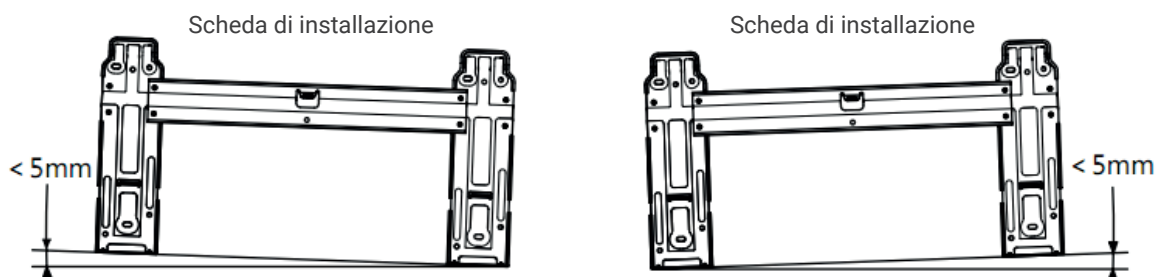

Fig.4
- Rimuovere la piastra di installazione in metallo dall'unità interna. Regolare la piastra di installazione in posizione orizzontale. La differenza di altezza tra i lati sinistro e destro della piastra di installazione deve essere inferiore a 5 mm (Fig.4)